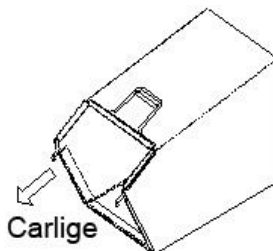

FIG. 9
**Vider le sac de ramassage (Voir FIG. 9)**
Pendant que vous tenez la manche d'en bas, soulevez la section de l'arrière du sac de ramassage comme présenté dans la FIG. 9. L'herbe coupée tombera. Lorsque vous remplacez le sac de ramassage, veillez que la couverture reste dans le crochet du sac de ramassage, entre la partie droite et gauche de la console.